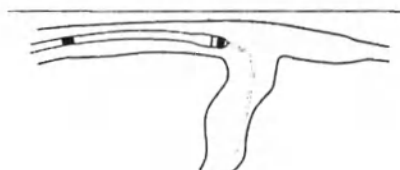

Рисунок 14.
2. Вращайте коронарный проводник и проведите его в кардиальную вену. Проведите электрод по коронарному проводнику в кардиальную вену (Рис. 14).